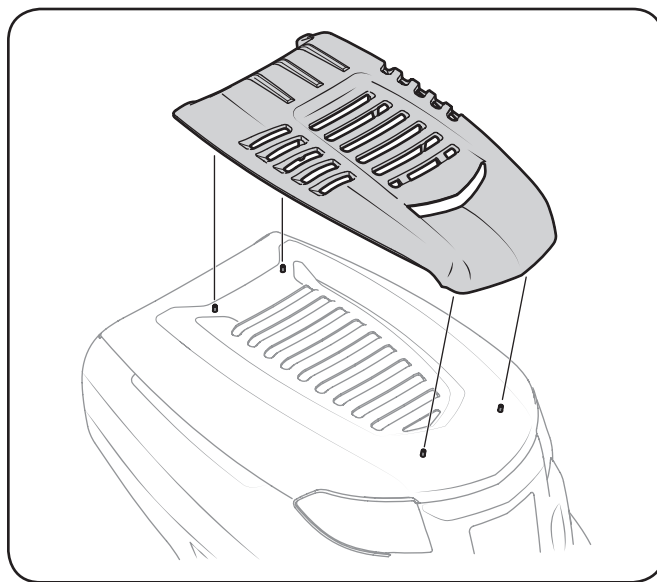

Figure 3-8
2. Instale la toma de aire sobre el capó del tractor y obtener de la parte de abajo con los cuatro tornillos que quitó antes. Vea la Figure 3-8.